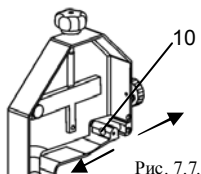

Рис. 7.7.8
- Снимите бобышки направляющей пильного полотна "10», как показано стрелками на рис. 7.7.8 и промойте их моющим средством pH 7.